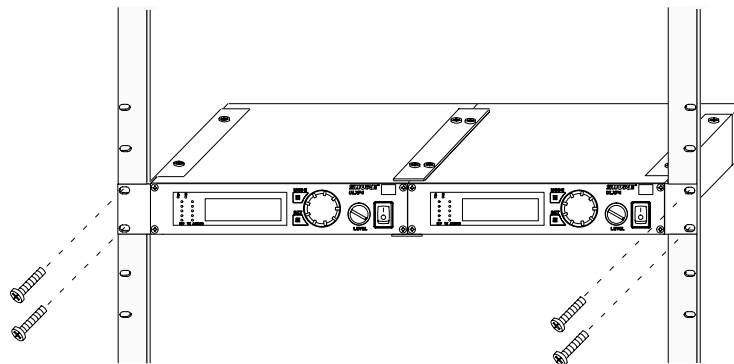

FIGURE 53
6. Glisser les récepteurs jumelés dans un rack de matériel de 19 po. Se reporter à la figure 53.